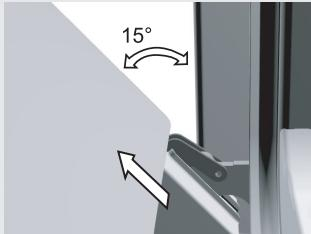

рис. 2
- Медленно закрывайте дверцу, пока фиксаторы не упрутся в прорези на дверце. Приблизительно при 15° (относительно закрытой дверцы) дверцу немножко приподнимите и извлеките из гнезд шарниров на корпусе прибора (рис. 2).